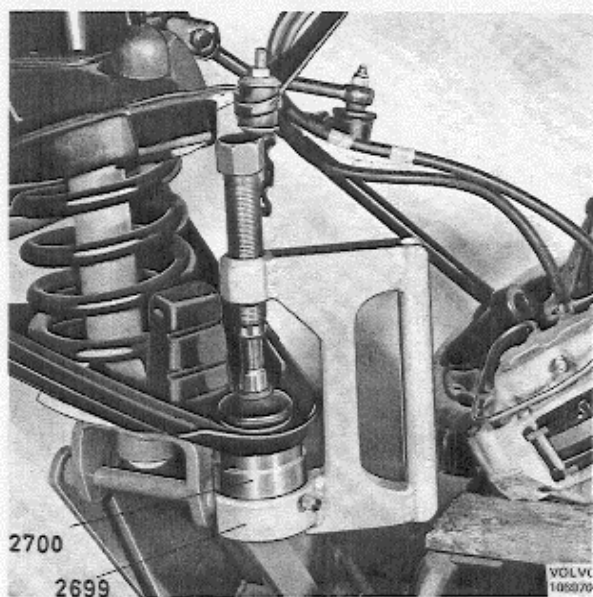

Abb. 35 Ausbau des unteren Kugelgelenkes
6. Kugelgelenk mit dem Preßwerkzeug 2699 und der Hülse 2700 gem. Abb. 35 aus dem unteren Querlenker herauspressen.